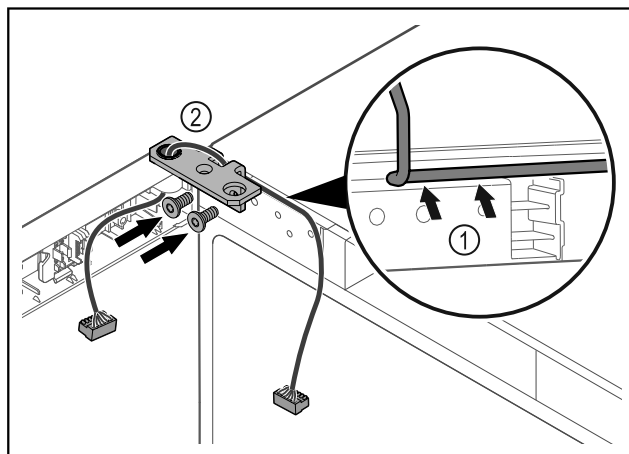

Fig. 47
- Pasar el cable por la escotadura de la escuadra de bisagra y tenderlo con cuidado Fig. 47 (1).
- Atornillar la escuadra de bisagra Fig. 47 (2).